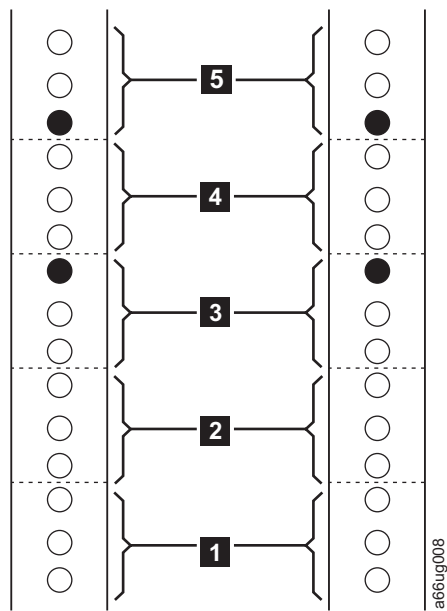
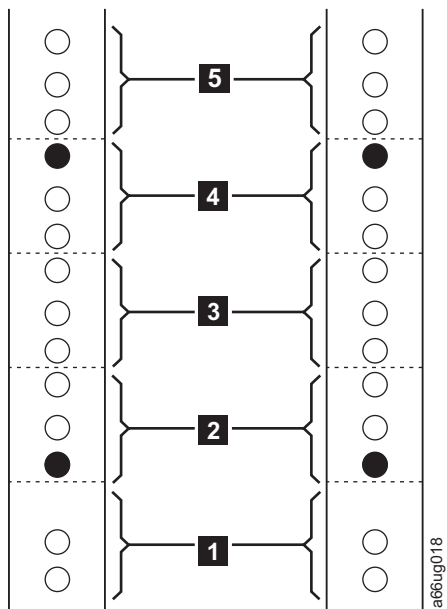

Рисунок 3-4. Идентификация EIA и расположения штифтов ПЕРЕДНИХ направляющих вертикальной стойки.
Рисунок 3-5. Идентификация EIA и расположения штифтов ЗАДНИХ направляющих вертикальной стойки.
1. Карандашом отметьте первое положение EIA (**1** в рис. 3-4 и **1** в рис. 3-5) из пяти EIA, выбранных на каждой вертикальной направляющей в стойке. Нижняя часть полки с направляющими должна находиться на одном уровне с нижним отверстием первого EIA на передних вертикальных направляющих в стойке.
2. Штифты направляющих расположены в передней и задней частях каждой направляющей из комплекта для монтажа в стойку. Штифты направляющих располагаются в соответствии с маркировкой в виде черных кружков на рис. 3-4 и рис. 3-5:
- Верхнее отверстие третьего EIA (**3** в рис. 3-4 на стр. 3-7).
- Нижнее отверстие пятого EIA (**5** в рис. 3-4 на стр. 3-7).
- Нижнее отверстие второго EIA (**2** в рис. 3-5 на стр. 3-7).
- Нижнее отверстие четвертого EIA (**4** в рис. 3-5 на стр. 3-7).
- Верхнее отверстие первого отсека (см. рис. 3-4 на стр. 3-7)
- Нижнее отверстие третьего отсека EIA в направляющих вертикальной стойки (см. рис. 3-4 на стр. 3-7)